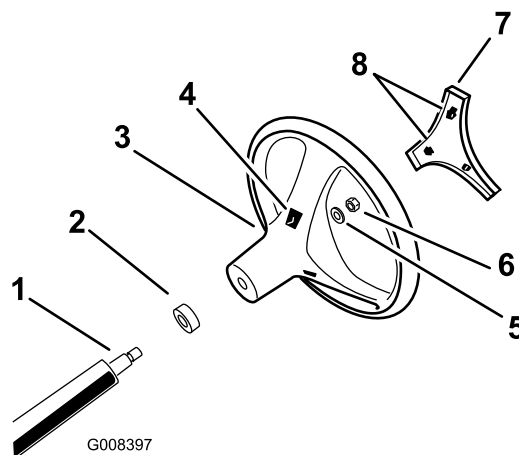

Figure 3
4. Fixez le volant à l'arbre avec l'écrou (Figure 3). Serrez les écrous à un couple de 24 à 29 Nm.